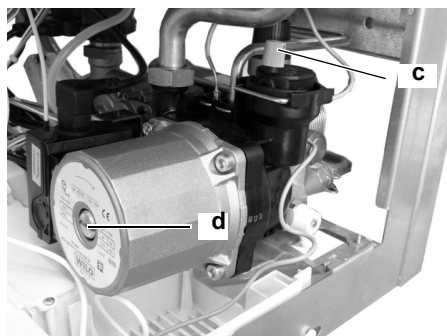

Figura 6.3 Valvola sfiato, tappo pompa
- 7 Allentare il tappo della valvola di sfiato automatica **c** in **Figura 6.3**
- 12 Togliere il tappo **d** in **Figura 6.3** e sbloccare la pompa ruotando il rotore con un cacciavite.